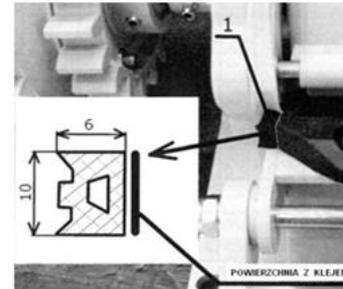

Abb. 13.3
2. Abdichten des Spalts zwischen der linken Seite der Gummikappe und dem Gehäuse des Dosierers mit Klebeband [1] an der in Abb.13.3 angegebenen Stelle und in den angegebenen Abmessungen.